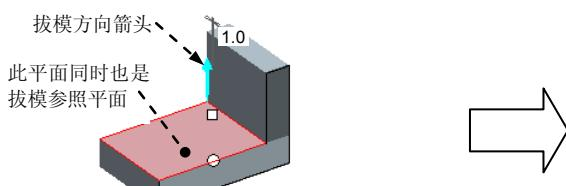

图 5.15.5 拔模参照平面
Step5. 选取拔模方向参照及改变拔模方向。一般情况下不进行此步操作，因为在用户选取拔模枢轴平面后，系统通常默认以枢轴平面为拔模参照平面（图 5.15.5）；如果要重新选取拔模参照，如选取图 5.15.6 所示的模型表面为拔模参照平面，则可进行如下操作。